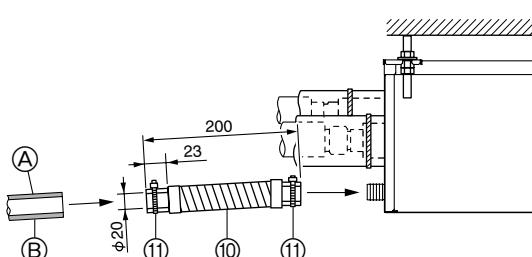

Fig. 8-1
- (1) Aplique fita adesiva em PVC (adquirir localmente) à ligação de drenagem da caixa de derivação e empurre a mangueira de drenagem ⑩ anexada em direcção à ligação, o máximo possível. (Fig. 8-1)
- (2) Insira um tubo rígido em PVC (VP-16, adquirir localmente) na mangueira de drenagem ⑩ anexada, colando-os e fixando-os. (Fig. 8-1)
- (3) Encaixe uma banda ⑪ à mangueira de drenagem anexada ⑩. (Fig. 8-1)